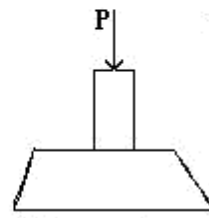

Figura 4
7.- El poste de roble que se muestra en la figura 4 tiene una sección transversal de 60 X 60 mm y está soportada por un bloque de pino. Si los esfuerzos permisibles por aplastamiento en estos materiales son de 43 MPa para el roble y 25 MPa para el pino calcule la carga máxima P que puede ser soportada. Si se usa una placa rígida de apoyo entre los dos materiales determine su área requerida de manera que la carga máxima P pueda ser soportada. ¿Qué valor tiene esa carga?